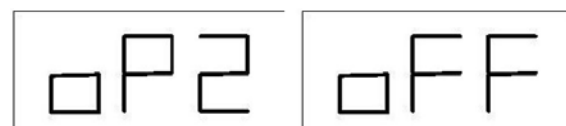

Fig34
4. Når operatør 2 er færdig med sit arbejde på afbalanceringsmaskinen, trykker operatør 1 på [F+P6] og gendanner dermed alle indstillinger, han tidligere har brugt. LED-lampen ved knappen slukkes for at indikere, at operatør 1 er aktiveret. Beskeden vist i Fig34 vil blive vist i ét sekund.